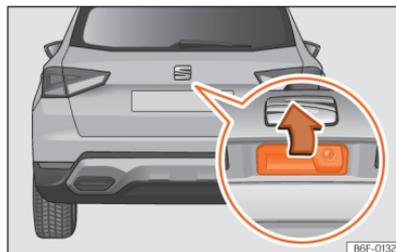

Fig. 57 Porta da bagageira: abertura a partir do exterior.
- **Abrir:** faça uma ligeira pressão na pega. Abre-se automaticamente >>> Fig. 57.